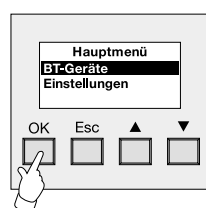

Bild 4:
3. Das Hauptmenü öffnet sich. Durch Anwählen (Tasten Δ / ∇) des Menüeintrags "BT-Geräte" und Betätigung der Taste "OK" wird der Einlernvorgang weiter fortgesetzt (vgl. Bild 4). Eine Betätigung der Taste "ESC" bewirkt den Rücksprung in den Grundzustand. Weiter mit Schritt 4 (mit PIN) bzw. mit Schritt 5 (ohne PIN).